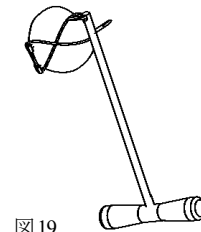

図 19
- 9) ケーブルカッターを使用し、CS ピン先端をケーブルが脱転しない程度に切断して下さい。CS ピン曲げ器でピン先端を曲げることも可能です。(図 19)